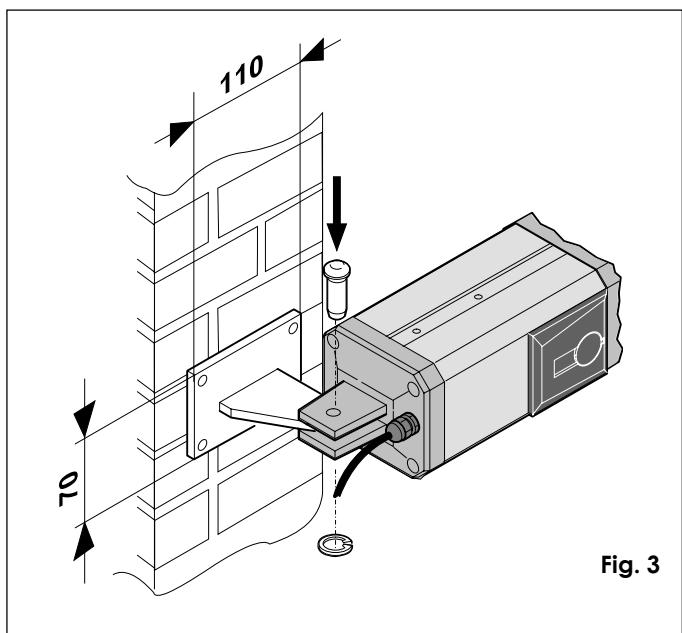

Fig. 3
Nel caso di pilastro in muratura, incassare opportunamente una piastra a murare (fig. 3). Saldare quindi accuratamente l'attacco sulla piastra.
- 2) Fissare l'operatore all'attacco posteriore tramite la viteria in dotazione (fig. 3).